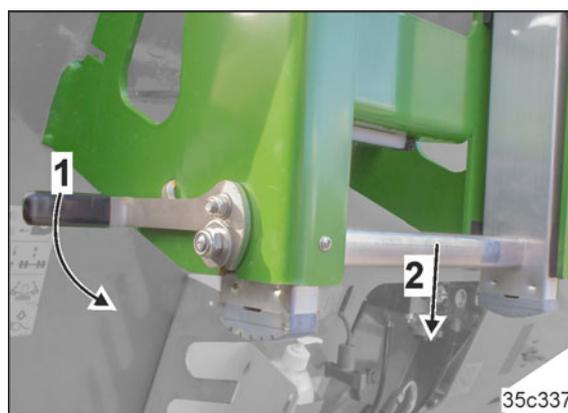

Fig. 220
1. Actionner le levier (Fig. 220/1) et déverrouiller l'échelle.
2. Tirer l'échelle vers le bas (Fig. 220/2).